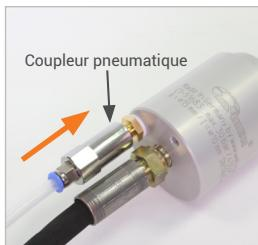

Figure 5
- ▶ Insérez le coupleur pneumatique (Pos. 4) sur la soupape pilote / soupape de purge (Pos. 3) et maintenez le coupleur en position insérée (*Figure 5*). L'insertion du coupleur pneumatique permet de donner une brève impulsion de pression sur la soupape pilote / soupape de purge. Les joints frontaux élastiques (Pos. 7) ou les joints principaux (Pos. 8) sont comprimés et le connecteur établit une connexion étanche.